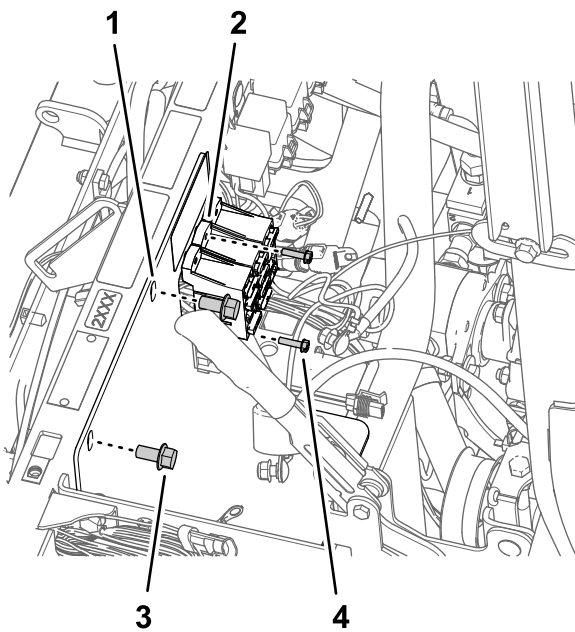

Figura 169
3. Retire os parafusos (10-24 pol. x 3/4 pol.) e as porcas (10-24) que prendem os blocos de fusíveis ao suporte da bateria (Figura 169).
4. Retire os dois parafusos de cabeça flangeada (3/8 pol. x 3/4 pol.) que prendem o suporte da bateria ao tubo de suporte do para-choques da máquina (Figura 169).